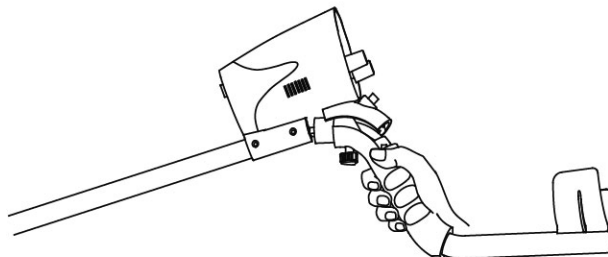

Figura 1
1. Allineare la parte in plastica arrotondata in rilievo sul manico, con la scanalatura inferiore arrotondata sul fondo della scatola dei controlli (Figura.1). Spingere le due parti fermamente.